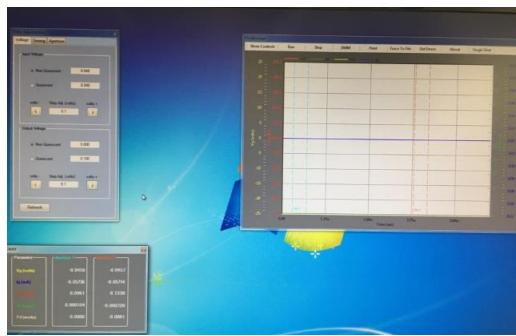

**Figura 30:** Deseleccionar la entrada y la salida pulsada.
- c) Al abrirse la aplicación, ir al menú que aparece al lado izquierdo de la aplicación y deseleccionar la entrada y la salida pulsada como se observa en la **Figura 30**.